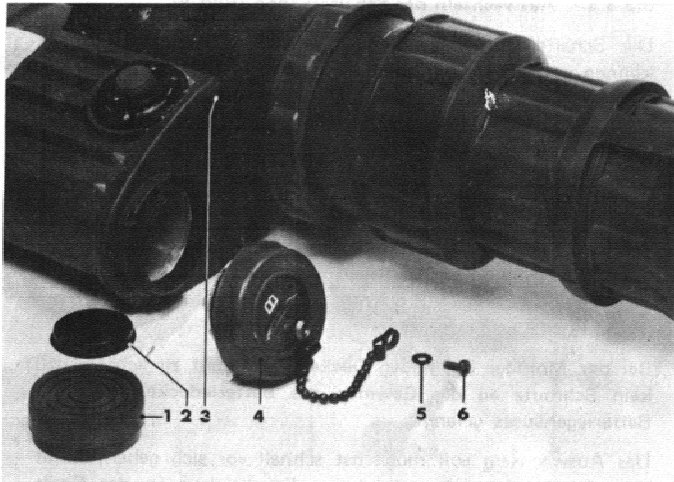

Bild 8 Auswechseln der Schalterkappen und des Batteriedeckels
3.2.3.3. Auswechseln der Schalterkappe (Bild 8)
3.2.3.4. Auswechseln des Batteriedeckels (Bild 8)